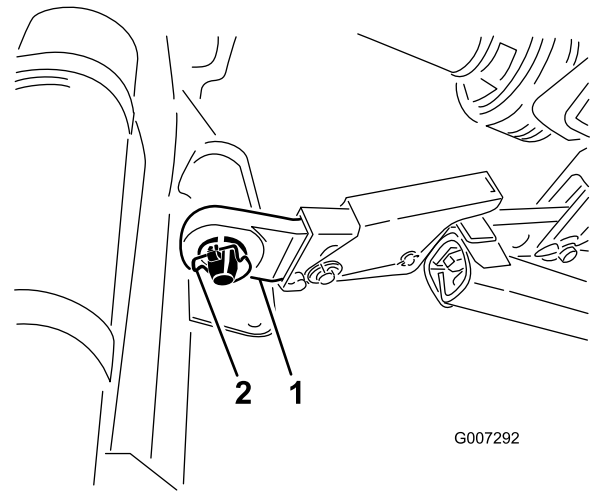

Bild 6
5. Stecken Sie den rechten und linken unteren Gestängearm auf die Anbauvorrichtungsstifte (Bild 6).
6. Befestigen Sie die Unterlenkerarme mit Klappsteckern an den Anbauvorrichtungsstiften (Bild 6).